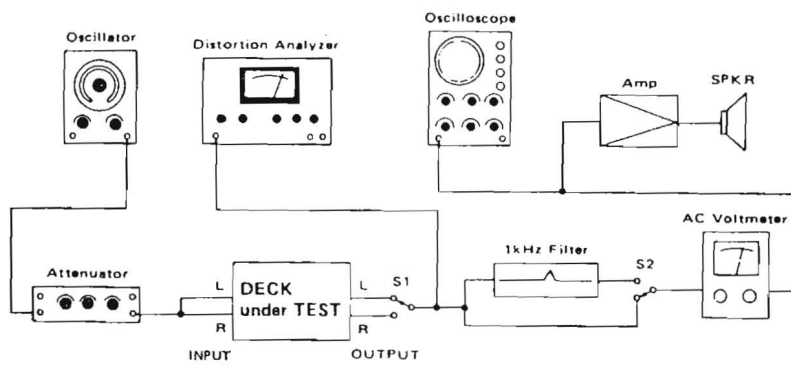

Fig. 6-2 Basic Test Setup
18. Channel separation チャンネル・ セパレーション	Same as above 同上	INPUT : L-ch : 1kHz/ -10dB (316mV) R-ch : No signal	Check	OUTPUT (R) : 30dB min.
● Connection : Fig.6-2 ; but with INPUT (R) disconnected and a 1-kHz filter connected. ● 接続 : Fig.6-2, 但し INPUT (R) へは接続不要, 1-kHz フィルター使用
19. Adjacent track crosstalk トラック間 クロストーク	Same as above 同上	INPUT : L-ch : NO signal R-ch : 125Hz/ -10dB (316mV)	Check	OUTPUT (R) : 40dB min.
● Connection : Fig.6-2 ; but with INPUT (L) and OUTPUT (L) disconnected. ● 接続 : Fig.6-2 但し INPUT (L), OUTPUT (L) の接続を外す.